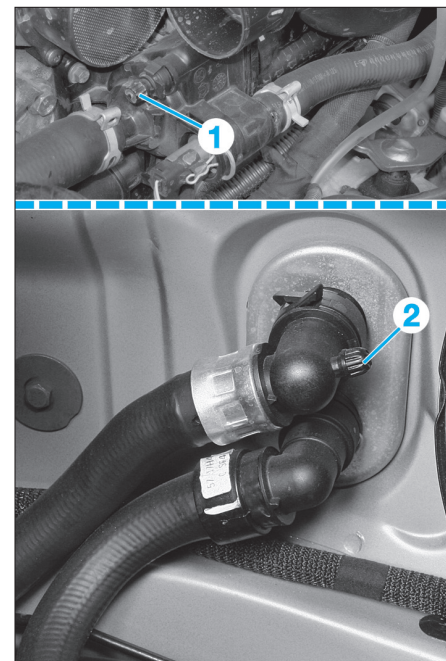

Fig. 19
- Ouvrir les vis de purge (1) et (2) (Fig.19).